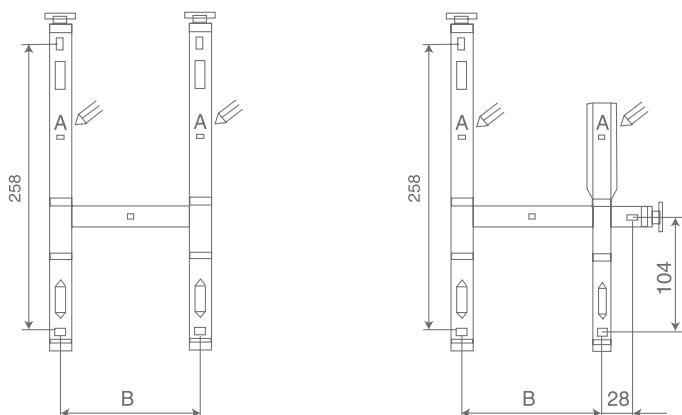

рис. 4
- поставить кронштейн на пол у стены и отметить положение установочных отверстий A (см. рис. 4).